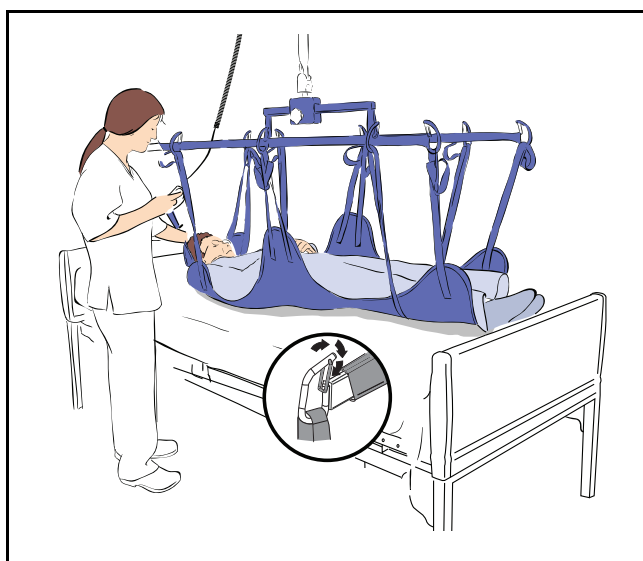

Fig. 13
- 5) Prenda todas as alças da funda de forma segura (consulte a Fig. 13).
AVISO: Ao fixar uma funda com alças ao suporte de maca regulável, certifique-se de que as alças são corretamente posicionadas e de que os trincos de segurança estão a prender os ganchos, tal como se mostra na Fig. 13.